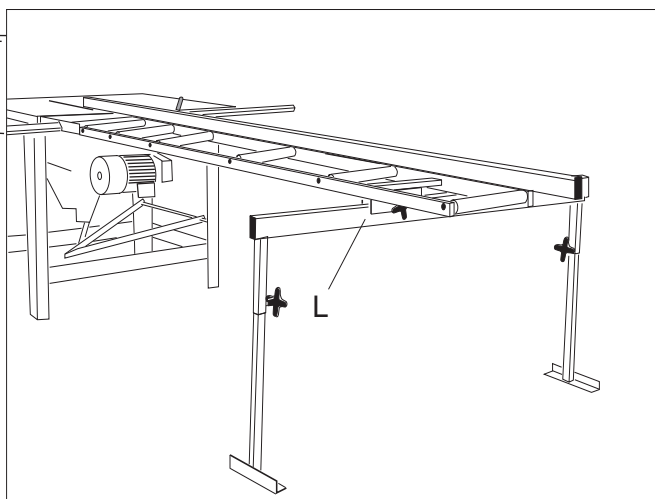

Fig. 4
- Montera anhållet som visas i *fig. 4 a/4b*.